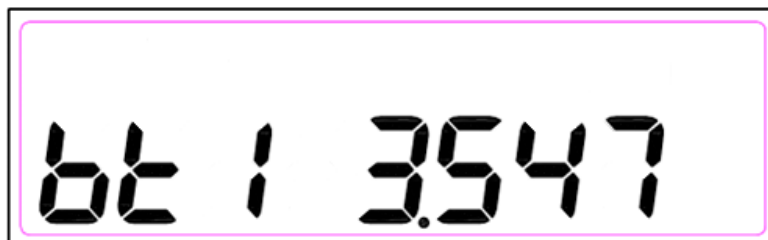

Рисунок 16 – Отображение напряжения батареи
**2.3.15** Напряжение батареи (рисунок 16).